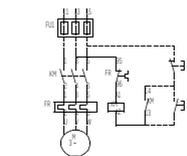
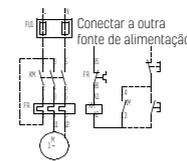

Figura 5: A tensão de alimentação de controle é a mesma que a tensão do circuito principal (monofásico)
Figura 8: A tensão de alimentação de controle não é a mesma que a tensão do circuito principal (monofásico)
7.1.5 Ligue a alimentação do circuito de controle, aperte o botão de partida e parada por sua vez (ou iniciar/parar no microinterruptor), verifique se a conexão interna da chave de partida está correta ou não. Quando esta chave é entregue, a conexão do circuito de controle está ligada no estado em que a tensão de alimentação do controle é igual à tensão do circuito principal. Assim que o circuito principal ligar, ele pode ser executado e nenhuma outra conexão é necessária. Se for controlar um motor monofásico, não deve ser usado até que duas fases do circuito principal no iniciador tenham sido alteradas em série. Quando a tensão do circuito de controle não é a mesma do circuito principal, os dois condutores no circuito principal devem ser removidos e conectados a outro fornecimento de controle relevante. (Para conexão da chave de partida, veja o diagrama elementar, Figura 5 – Figura 8 ou veja diagrama de fixação na parede interna da tampa da chave de partida)